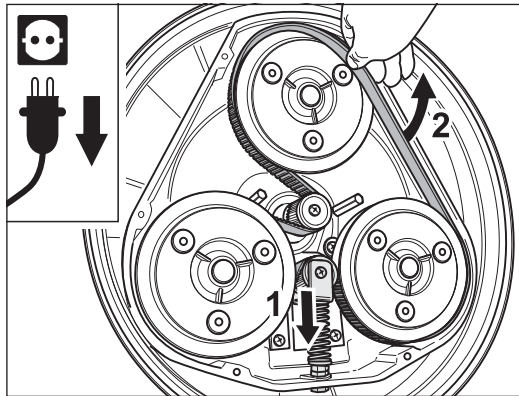

Fig. 39 Retroceda el tensor de la correa dentada y sáquela.
- 9 Retroceda el tensor de la correa dentada. Ahora puede quitarse la correa dentada (Fig. 39).